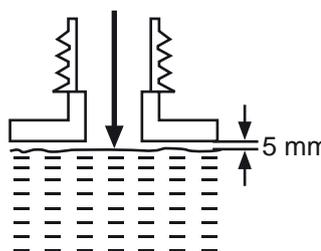

Fig. 17
- > Remplissez le réservoir avec une huile adéquate, en utilisant un entonnoir muni d'un filtre afin d'empêcher les éventuels résidus de pénétrer à l'intérieur. Évitez de trop remplir le réservoir: laissez un espace d'environ 5 mm entre la surface de l'huile et la paroi supérieure du réservoir, afin que l'huile puisse s'étendre (Fig. 17).